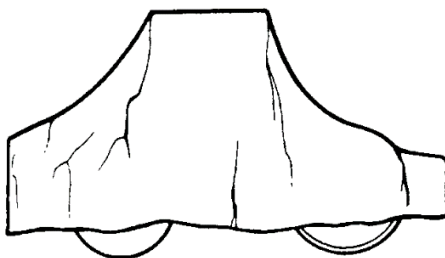

Рис. 4-6 Укрытие катка
- При необходимости хранения оборудования на открытом воздухе оно должно помещаться на бетонной поверхности с надлежащим дренажом. Накройте машину тканью или чехлом и закрепите его. Храните машину в месте, где она не будет повреждена стихийными бедствиями, без коррозионных и вредных материалов или газов (см. Рис. 4-6).